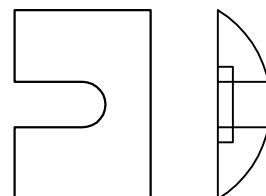

FIG.1A
- A. Aligner les boulons Allen de 2 3/8" (60 mm) (K) et rondelles de ressort (R) dans les trous des cadres haut avant et arrière (B & C) comme indiqué sur la figure 1A & 1B.
- B. Insérer les rondelles en plastique rectangulaires courbes (Q) dans les trous du cadre haut avant et arrière (B&C) au-dessus des boulons Allen (K) comme indiqué sur la figure 1A & 1B.